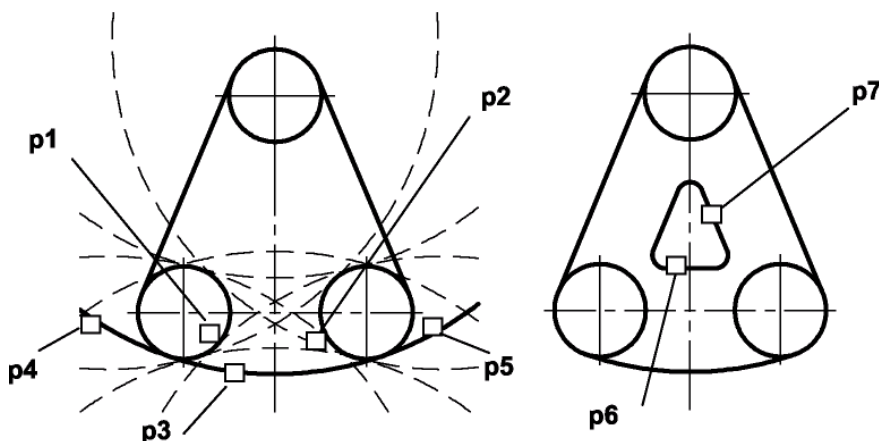

Рис. 2.2. - Построение окружности касательной к двум окружностям и двум прямым
2. Указать графическим курсором произвольную точку (точка **p1**) на первой заданной окружности, с которой должна касаться искомая окружность (рис. 2.2а);
3. Указать графическим курсором произвольную точку (точка **p2**) на второй заданной окружности, с которой должна касаться та же искомая окружность (рис. 2.2а);
5. Выбрать курсором на графической зоне нужную касательную окружность (указать точку **p3**) и щелкнуть по кнопке  - **Создать объект** панели специального управления (рис. 2.2а);
- 3) указать курсором на графической зоне прямые, между которыми строится сопряжение (на рис. 2.2 б это точки **р6** и **р7**);